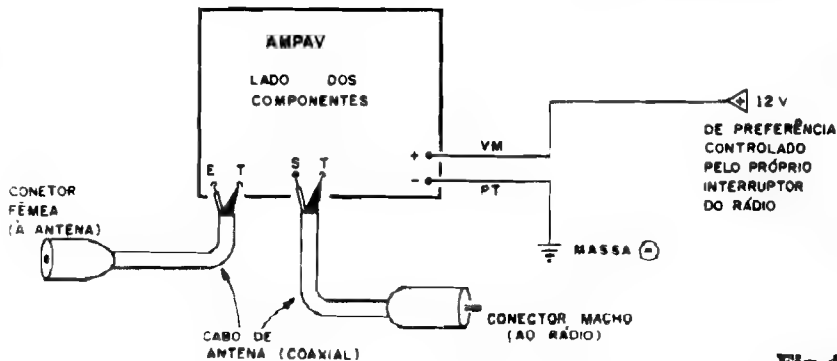

Fig. 4
- FIG. 4 - CONEXÕES EXTERNAS À PLACA - São muito simples as ligações e contatos externos à placa do AMPAV, conforme detalha a figura, que mostra ainda a face não cobreada do Impresso (só que agora "visualmente livre" dos componentes, já demonstrados na figura anterior, para não "embananar" a interpretação...). Os pontos fundamentais restringem-se à perfeita polarização de todas as ligações... A entrada de alimentação deve ser cuidadosamente demarcada, usando-se cabo vermelho para o positivo, e preto para o negativo ("terra" ou massa...), conforme é convencional. As conexões de sinal (Entrada e Saída) devem ser feitas com o cabo coaxial próprio, lembrando sempre que aos pontos "T" são ligadas as "malhas" dos cabos, enquanto que os condutores "vivos" (internos aos cabos, isolados da "malha") vão, respectivamente, aos pontos "E" e "S"... Na terminação dos ditos cabos coaxiais, devem ser aplicados conectores apropriados, sendo um "fêmea" (jaque) no cabo de
- FIG. 5 - CAIXA E INSTALAÇÃO - Não é conveniente que a plaquinha do circuito fique "ao Deus dará"... É quase que obrigatória a sua inserção num pequeno container metálico (as dimensões mínimas estão no item "OPCIONAIS/DIVERSOS" da LISTA DE PEÇAS...). Se o fio **preto** (negativo) da alimentação (ver fig. 4) for internamente conectado, por solda, ao próprio corpo metálico da caixinha, e se esta for dotada de uma lapela ou "orelha" furada de fixação, será através dessa fixação que o **negativo** da alimentação encontrará seu "percurso" elétrico, sem problemas,